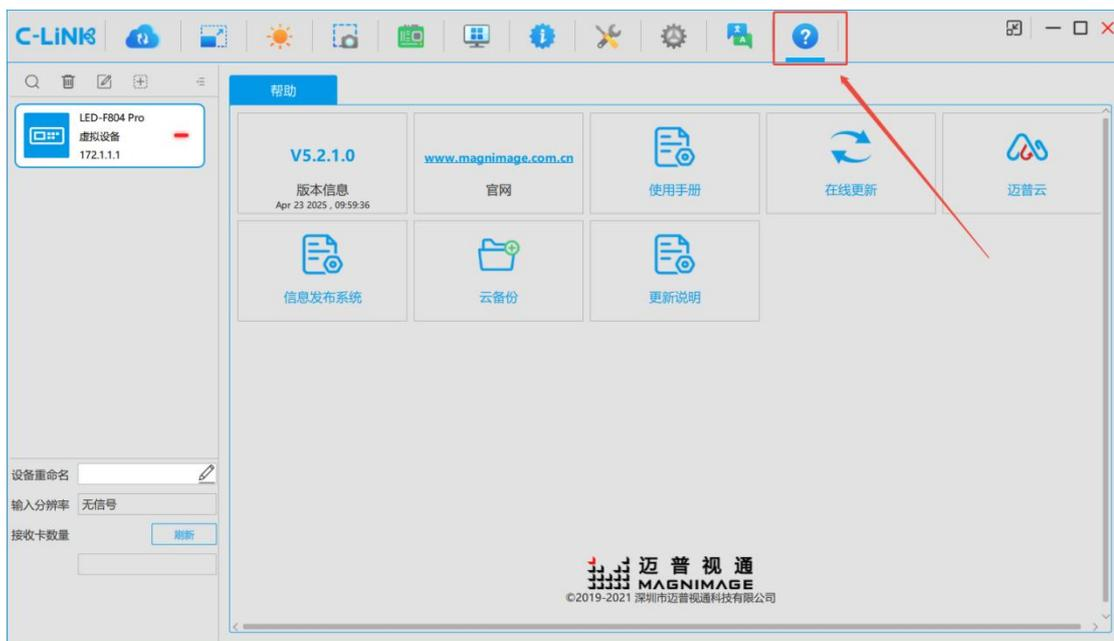

图 17-1 帮助
- 步骤 1 打开 CLINK 软件点击“帮助”页签如图 17-1